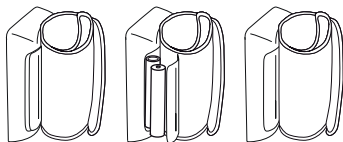

Fig. 1
- Ouvrez le couvercle du compartiment à piles situé sous l'appareil (voir la fig. 1). Insérez les piles (cf. Chapitre 12 « Caractéristiques techniques »). Veillez à faire correspondre les polarités « + » et « - ». Refermez le couvercle du compartiment à piles. 12 h ou 24 h clignote sur l'écran. Réglez la date et l'heure tel que décrit ci-dessous.